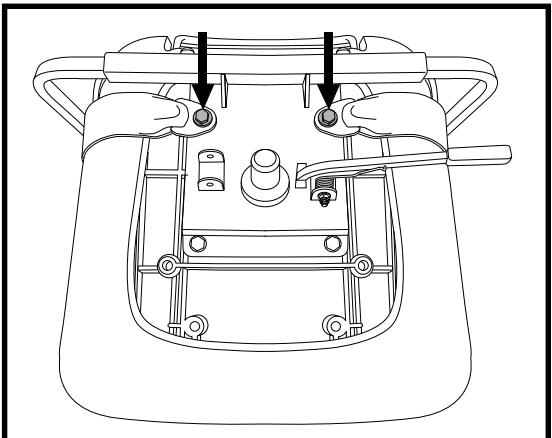

Figura 15. Bulloni per cinture di sicurezza
La leva di rotazione del sedile, ubicata sulla destra della base del sedile, può essere usata per bloccare il sedile in diverse posizioni. **Vedere figura 15.**
La seduta del veicolo può essere dotata di cinture di sicurezza regolabili per maggiore comodità. Vedere figura 15. La cintura di sicurezza è stata progettata per garantire un maggiore supporto all'utente ed evitare che scivoli in avanti o indietro sulla seduta. La cintura di posizionamento non è concepita come dispositivo di contenimento.
2. Posizionare la seduta a testa in giù per poter lavorare sulla base della seduta. Vedere figura 15.